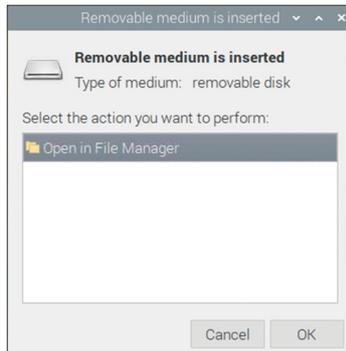

Bild 2.1: Klick auf OK.
- Der Pico sollte nun als Wechseldatenträger erscheinen. Klicken Sie im Fenster **Removable medium is inserted** (Bild 2.1) auf **OK**.